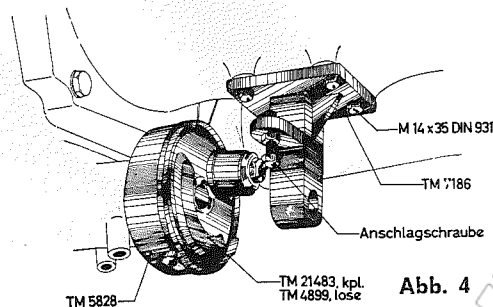
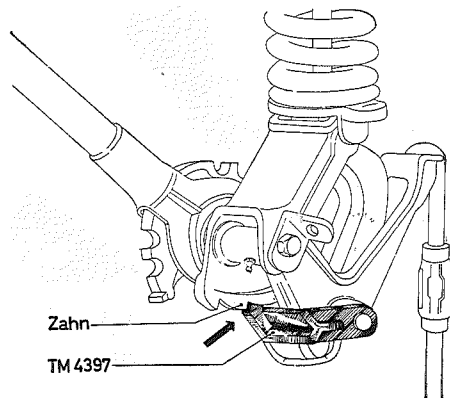

Abb. 4
Abb. 19
2. Der **vordere Lagerbock** TM 7186 wird durch 4 Sechskantschrauben M 14×35 so an der unter dem Kupplungsgehäuse sitzenden Fläche angeschraubt, daß die Anschlagsschraube nach rechts zeigt (Schlepper in Fahrtrichtung) (Abb. 4).
Die **Schutzkastenglocke** TM 5828 wird nun durch 4 Senkschrauben M 8×25 am Lagerdeckel des Mähantriebes befestigt. Die Senkschrauben sind absolut fest anzuziehen. Anschließend wird die Kurbelscheibe TM 21 483, kpl. (TM 4899, lose) durch Linksdrehung auf die Mähantriebswelle aufgeschraubt (Abb. 4).
Wenn der Mähbalken in die Senkrechstellung (Fahrtstellung) hochgezogen ist, muß überprüft werden, ob die Rastklinke TM 4397 in den letzten Zahn am Handhebwerk-Gestell eingerastet ist (Abb. 19). Da das Mähwerk in der Feder hängt, ist zwischen Rastklinke TM 4397 und Zahn ein Spiel festzustellen. Die Anschlagsschraube am vorderen Tragbock (Abb. 4) ist nur so weit herauszudrehen, bis das Spiel zwischen Rastklinke TM 4397 und Zahn nur noch 1–2 mm beträgt (Abb. 19). Danach wird ein ungewolltes Lösen der Rastklinke vermieden und gleichzeitig die richtige Einstellung der Anschlagsschraube für die Schwadstellung erreicht.